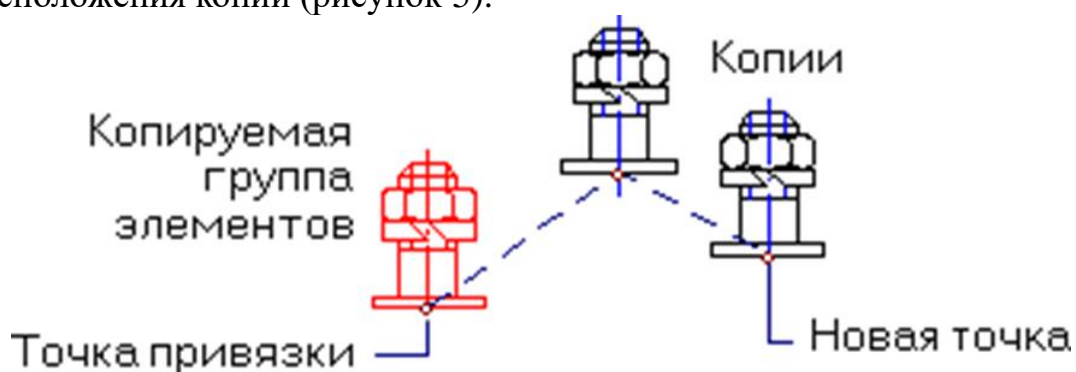

Рисунок 5
**Произвольное копирование** позволяет создавать копию элементов указанием места расположения копии (рисунок 5).